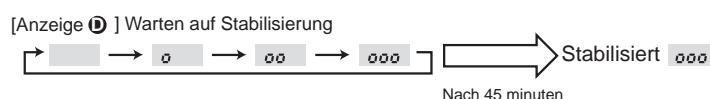

Fig. 8-3
- ③ Drücken Sie zur Bestätigung der Einstellung die **FILTER** **(↔)**-Taste. (Fig. 8-3)